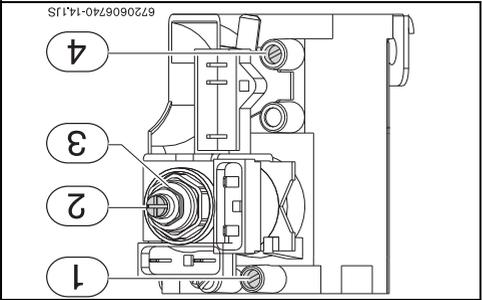

Рис. 17 Штупери вимірювання тиску газу
- ▶ За допомогою регулювального гвинта (рис. 17, ел. 2) відрегулювати тиск відповідно до параметрів у таблиці 8.
- ▶ За допомогою регульовальної гайки (рис. 17, елемент 3) відрегулювати тиск відповідно до параметрів у табл. 9.